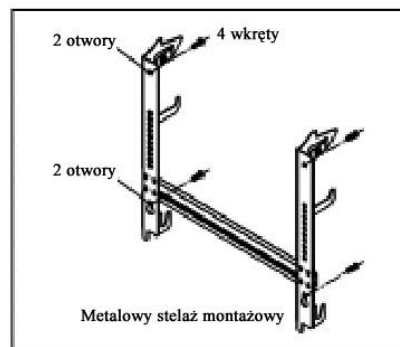

Fig. 2
- 2) Wywiercić w ścianie 4 otwory odpowiadające otworom w stelażu, a następnie przymocować stelaż do ściany przy pomocy 4 wkrętów (fig.2)